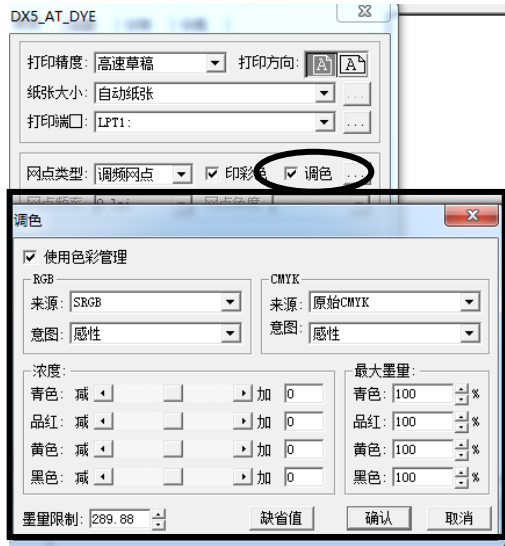

图 2.22 调色设置
4.2、墨量调整：当您打印出来的图片颜色与设计的颜色有些许误差时，可以进行如图 2.22 的操作，在打印对话框中，点击打印机设定按钮进入调色对话框作适当修改。